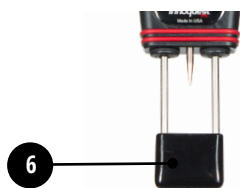

Fig. 1
Ligue o medidor pressionando o botão LIGA/DESLIGA (2) na Fig. 1. O visor mostrará primeiro o meio selecionado e o tipo de CE. Para alterar essas configurações, consulte **Alteração do tipo de meio e de CE**. Em seguida, o visor exibirá a duração da bateria em uma representação gráfica e o número de série do medidor. O visor então exibirá o teor de umidade volumétrica atual em %, a temperatura em °F ou °C e o valor da condutividade elétrica (CE) total ou dos poros em milisiemens/cm. (1 mS/cm = 1 dS/m)